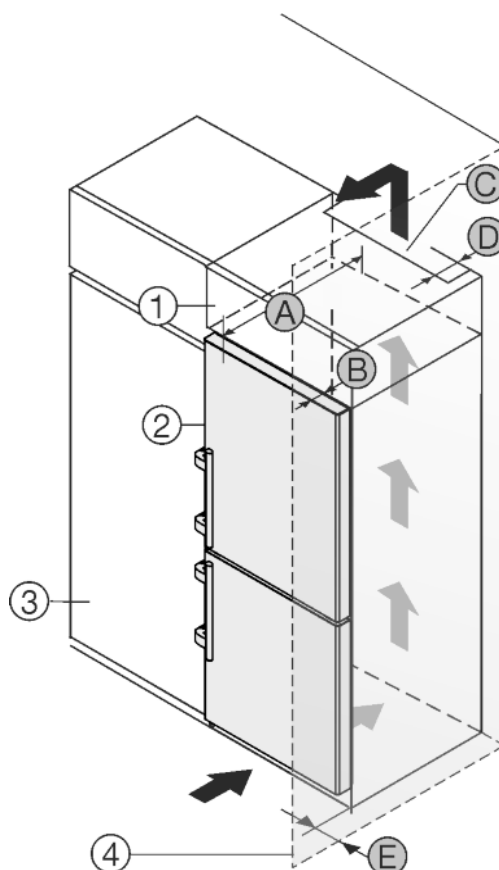

Fig. 12
Пристрій можна комбінувати з кухонними шафами. Для того, щоб пристрій Fig. 12 (2) вирівняти по висоті кухонної секції, на пристрій можна встановити антресольну секцію Fig. 12 (1).
Пристрій можна встановлювати безпосередньо поряд з кухонною шафою Fig. 12 (3). Для повного відкриття дверей пристрій повинен виступати на глибину Fig. 12 (B) відносно передньої панелі кухонної шафи. Залежно від глибини кухонних шаф та використання пристінних розпірок пристрій можна встановити так, щоб він виступав вперед.
- Під стелею приміщення слід дотримуватися поперечного перерізу вентиляційного відведення повітря *Fig. 12 (C)*.
Якщо пристрій з шарнірами встановлюється поряд зі стінкою *Fig. 12 (4)*, то між пристроєм та стінкою слід додержуватися відстані *Fig. 12 (E)*. Це відповідає виступу ручки при відкритих дверцятках.